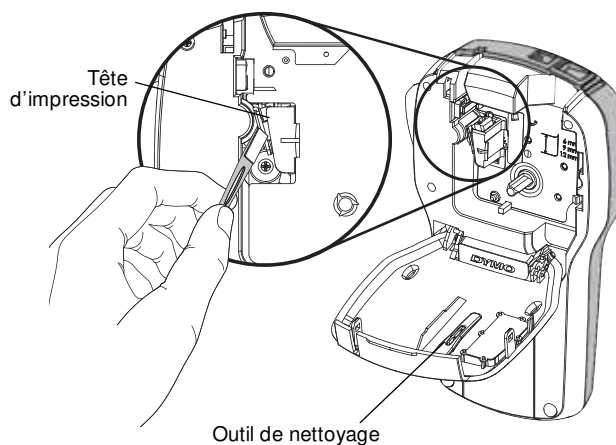

Figure 8
- 2 Retirez l'outil de nettoyage qui se trouve à l'intérieur du couvercle du compartiment à étiquettes. Voir Figure 8.
- 3 Essuyez délicatement la tête d'impression en vous servant du côté rembourré de l'outil. Voir Figure 8.